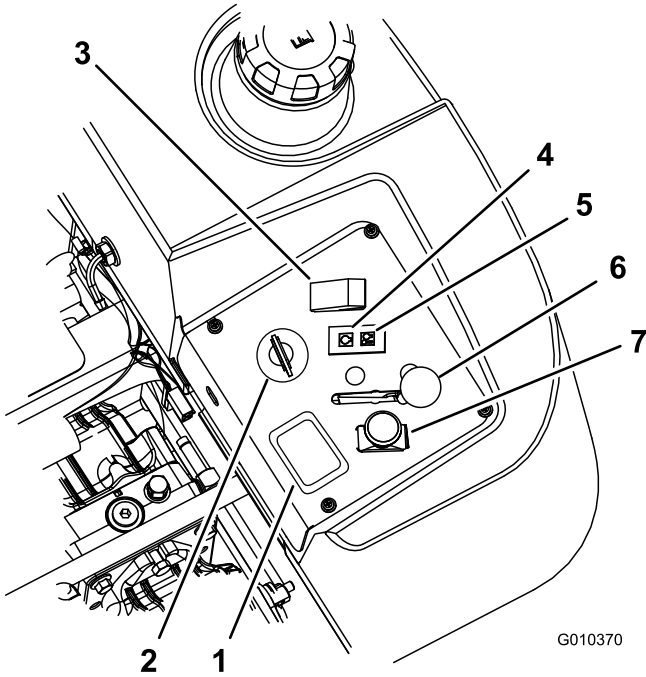

Bild 13
4. Schieben Sie den Zapfwellenantriebsschalter auf „Aus“ (Bild 13).